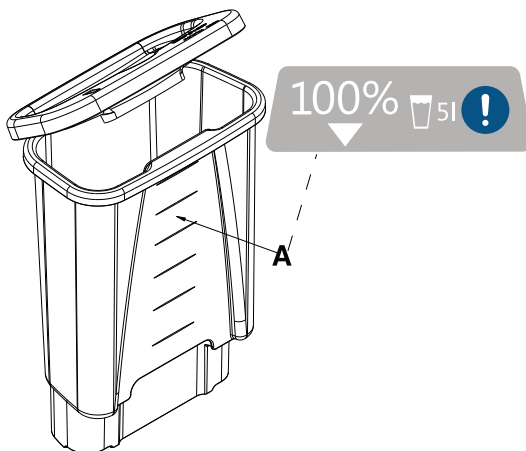

图14-16: 贮液筒充注线
- 用五升的无菌蒸馏水充注贮液筒。请勿充注超过顶部的充注线以避免水溢出 (第14-27页, 图14-16)。